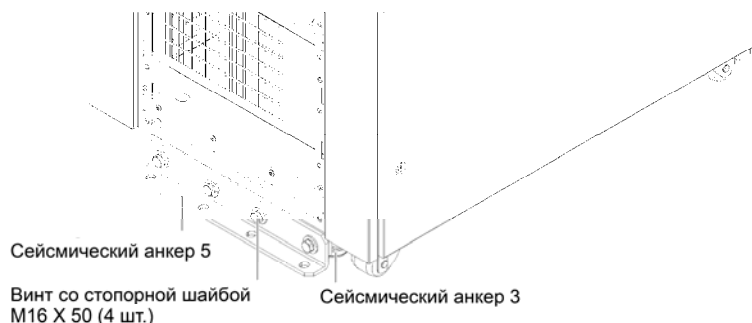

Рисунок 8-13 Монтаж дополнительного крепления 5 на дополнительном креплении 3
5. С помощью четырех винтов с шайбой M10 × 30 закрепите дополнительное крепление 5 на дополнительном креплении 3, как показано на Рисунок 8-13.